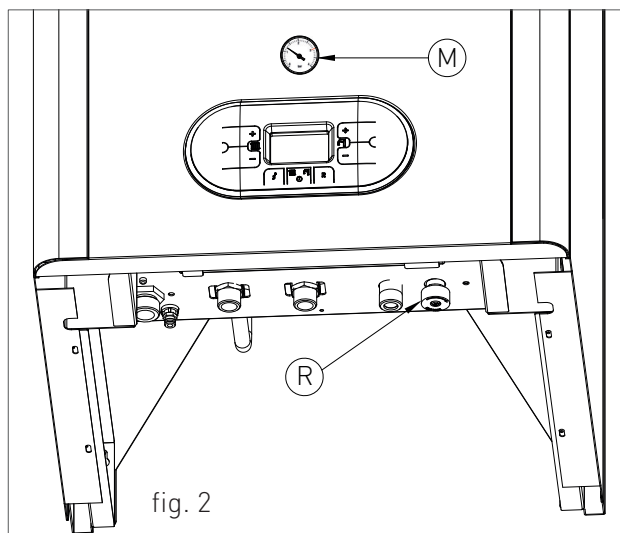
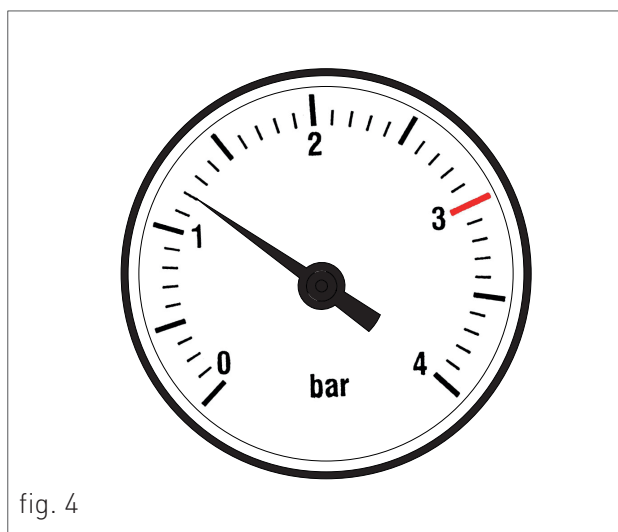

fig. 2
fig. 4
3. aprire il rubinetto di carico "R" (fig. 2);
5. controllare attraverso il manometro "M" (fig. 2) che la pressione dell'impianto raggiunga 1.2 bar (fig. 4);
6. ad operazione avvenuta, assicurarsi che il rubinetto di carico "R" (fig. 2) sia ben chiuso.
8. se dopo le suddette operazioni si rilevasse una diminuzione della pressione dell'acqua nell'impianto, aprire di nuovo il rubinetto di carico "R" fino a che la pressione nel manometro non segni 1.2 bar (fig. 4)